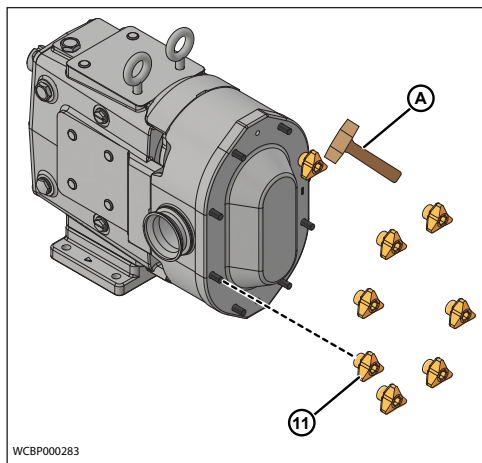

Figure 31 - Dépose des écrous du couvercle
1. Retirez les écrous à oreilles (11) du couvercle en utilisant un marteau doux (A) pour les desserrer (Figure 31).